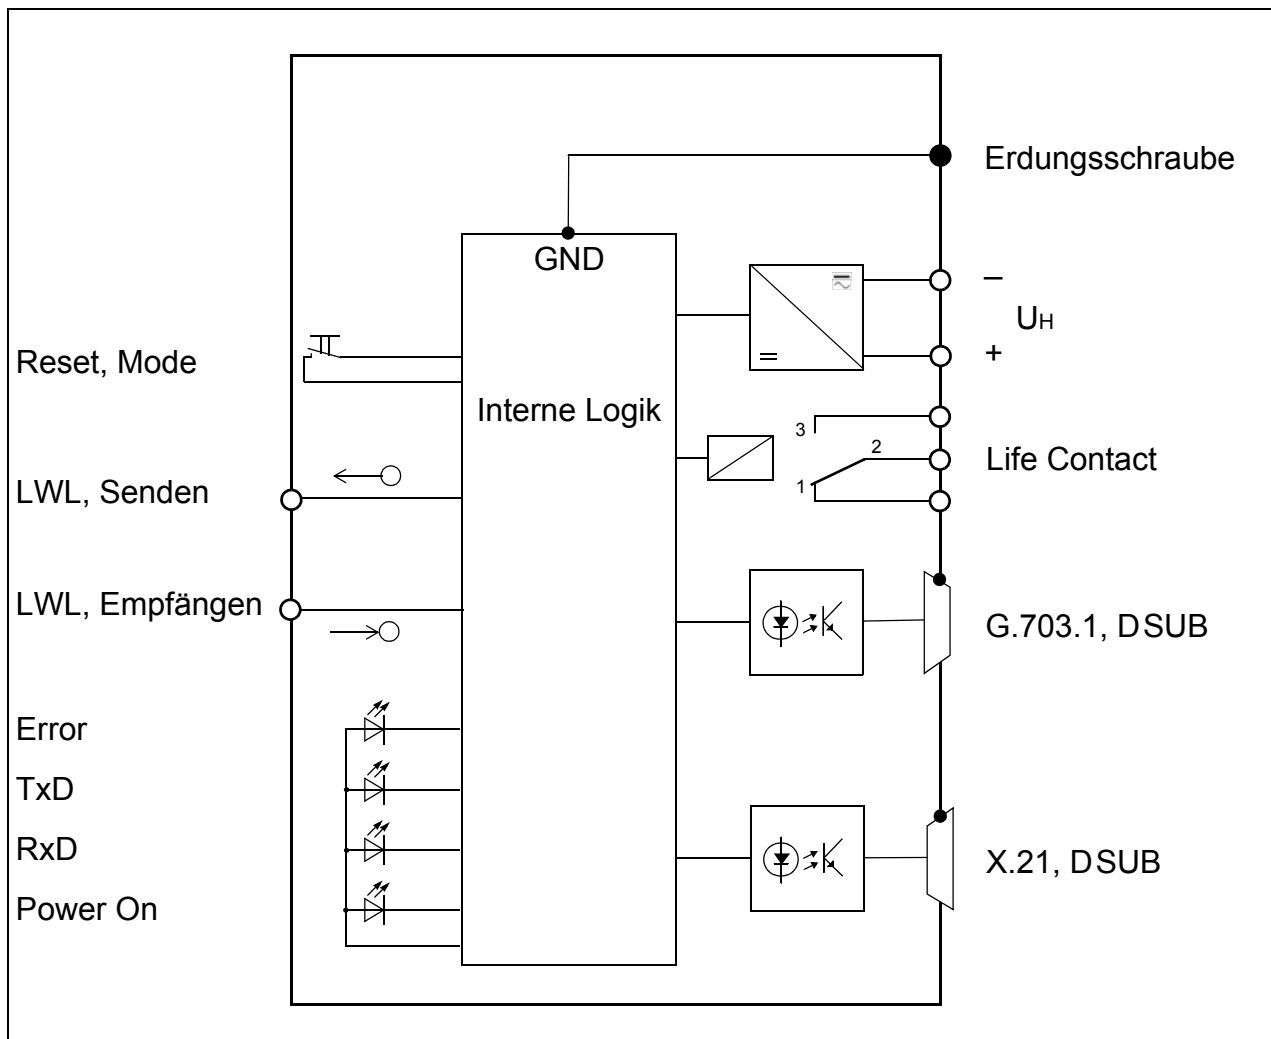

Bild 2 Hardware-Struktur des Kommunikationsumsetzers
Die Aufgabe des Kommunikationsumsetzers besteht darin, eine Anpassung der verfügbaren LWL-Wirksamkeit im Schutzgerät (DEE) an die physikalische Spezifikation der jeweiligen Schnittstelle des Kommunikationsnetzes (DÜE) vorzunehmen. Die Anpassung der LWL-Wirksamkeit erfolgt vollkommen bittransparent, d.h. direktes Weiterleiten der Informationen ohne selbst Informationen hinzuzufügen oder auszublenden. Bild 2 zeigt die Hardware-Struktur.
- X.21:** Die Signale der X.21-Schnittstelle sind auf dem 15-poligen DSUB-Stecker aufzulegen. Der Schirmkragen der Schnittstelle ist mit der Geräteerde verbunden und dient als Anschluss für den Kabelschirm. Die X.21-Signale sind von den anderen elektrischen Kreisen galvanisch getrennt (Bild 2).
- G.703.1:** Die Signale der G.703.1-Schnittstelle sind auf die 9-polige D SUB-Buchse aufzulegen. Der Schirmkragen der Schnittstelle ist mit der Geräteerde verbunden und dient als Anschluss für den Kabelschirm. Die G.703.1-Signale sind von den anderen elektrischen Kreisen galvanisch getrennt (Bild 2).